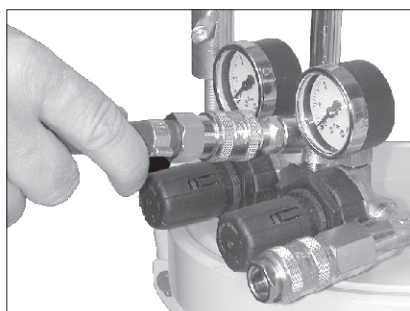

Fig. 34
- Brancher le tuyau air à la sortie Air du pot (raccord rapide : Fig.34) et mettre le réservoir en pression. Pour cela tirer sur le cabochon et le tourner dans le sens des aiguilles d'une montre (Fig. 35)